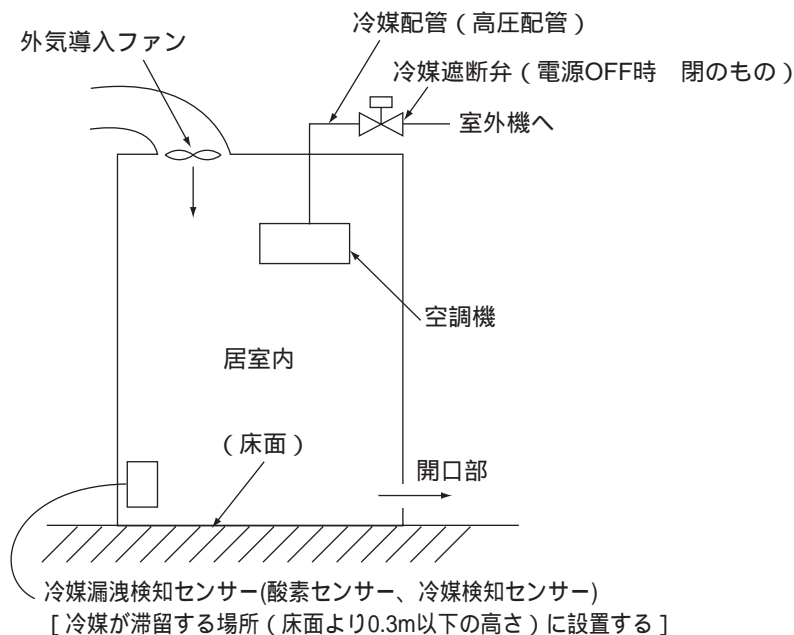
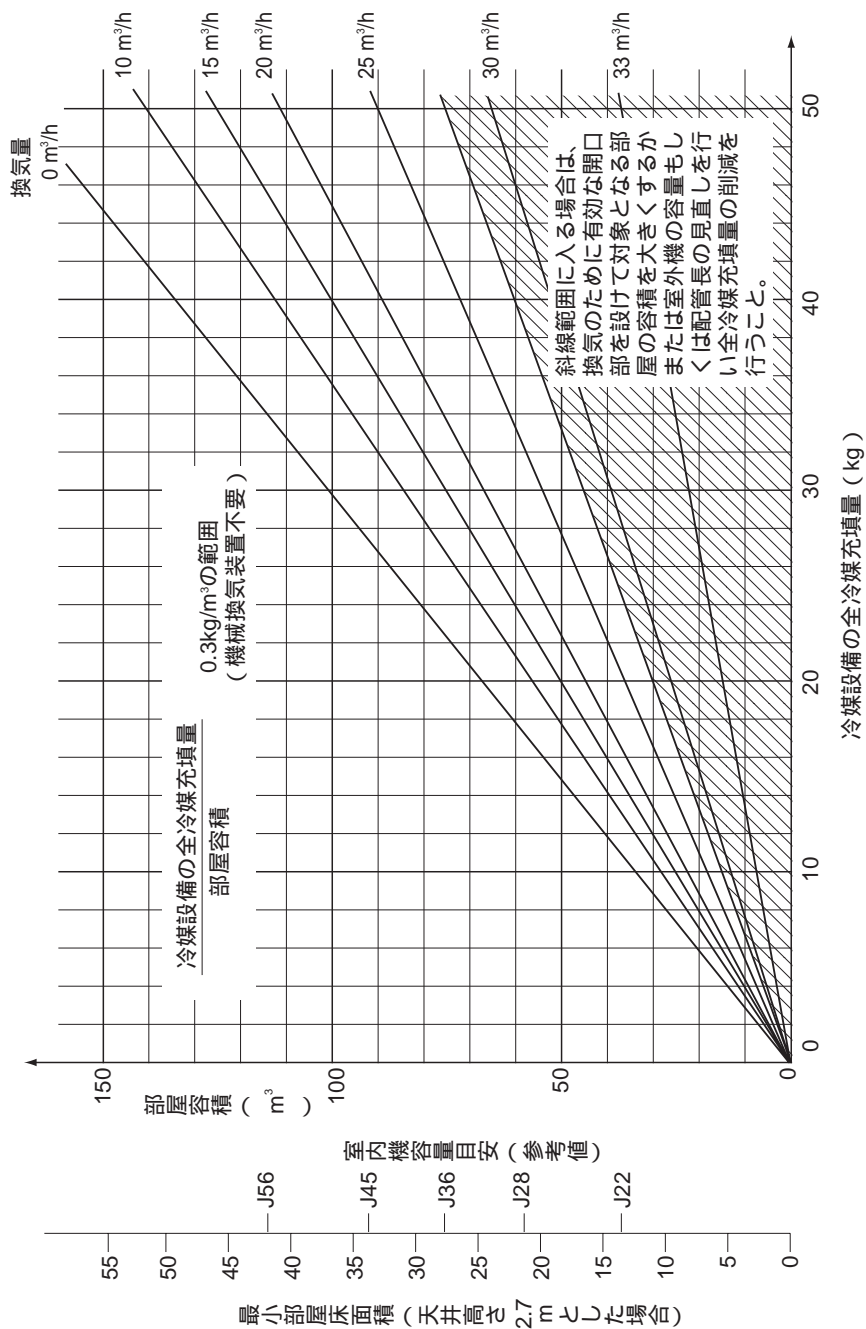

図4 常時換気システムと冷媒遮断弁の併設
図1 換気量によるシステムの選定
換気量は対象冷媒設備の全冷媒充填量と部屋容積によって図1に示す量以上としてください。
- (a)換気システムを設置する場合でも図1の斜線で示す範囲は万一の換気システムの故障を考え選定しないようにしてください。この範囲に入る場合は原則的に **対応1** **対応2** に示すように換気のために有効な開口部を設けて対象となる部屋の容積を大きくするかまたは、室外機容量もしくは配管長の見直しを行い全冷媒量の削減を行ってください。
- (b)換気システムを設置した場合で図1の斜線で示す範囲に入り、**対応1** **対応2** がとれない場合は、換気システムとは別の独立した安全確保のための手段を設けてください。具体的には冷媒漏洩時のセンサ - によって作動する冷媒遮断弁や在室者の危険を知らせる確実な警報システムの併設です。この場合センサーは上記換気システム作動用のセンサ - とは別にしてください。図4に冷媒遮断弁併設の場合を示します。